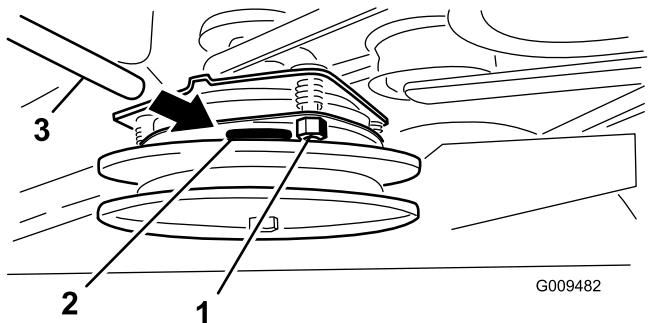

図 59
- 調整が必要な場合には、3箇所それぞれについて 0.381 mm に調整する。すき間ゲージがかるくはさまれるがまだ楽に動かせる程度までロックナットを締め付ける (図 59)。